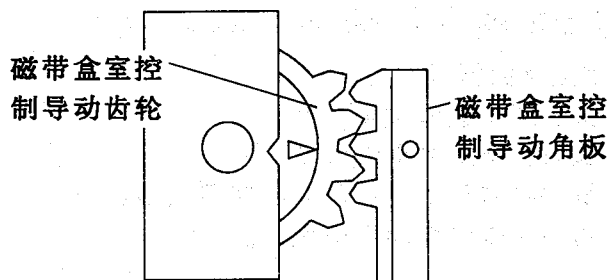

图4-2
1. 安装盒室机构前，先用22Ω电阻短接主印刷电路板左侧的TP5001（或跨接销241）和TP5002（或跨接销242）之间。然后，插入电源引线插头，盒室控制机构驱动齿轮开始转动。机芯底盘窗口处正好出现标记时转动停止。按图4-2所示，通过盒室控制机构驱动齿轮的转角对底盘窗口处出现的标记位置进行调整。